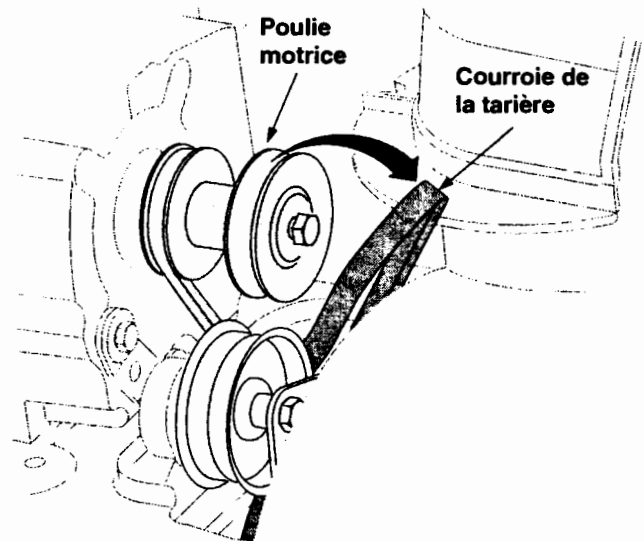

Figure 24
- Dégagez la courroie de la tarière de la poulie, comme à la Figure 24 .
- Basculez la souffleuse vers l'avant pour la faire reposer sur l'habitacle. Enlevez les deux vis auto-taraudeuses du couvre-châssis sous la souffleuse et écartez celui-ci. Voir la Figure 24 .
- Basculez la souffleuse vers l'avant pour la faire reposer sur l'habitacle. Enlevez les deux vis auto-taraudeuses du couvre-châssis sous la souffleuse et écartez-le. Voir la Figure 24